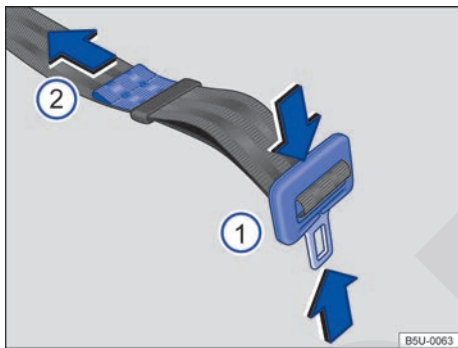

Fig. 50 Ajuste la banda del cinturón de seguridad subabdominal.
- Presione la lengüeta en el sentido de las flechas → **fig. 50 ①** y extienda totalmente el cinturón de seguridad.
- Apriete la lengüeta contra el cierre del cinturón de seguridad y tire del extremo → **fig. 50 ②** en el sentido de la flecha, hasta alcanzar una holgura máxima de 5 cm (3 dedos) en la zona pélvica.